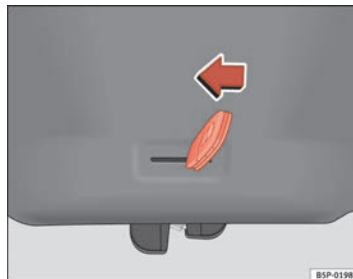

Abb. 68 Heckklappe:
- Den Schlüsselbart in den Schlitz stecken und das Verriegelungssystem entriegeln, indem der Schlüssel von rechts nach links in Richtung Pfeil bewegt wird ⇒ Abb. 68. ■